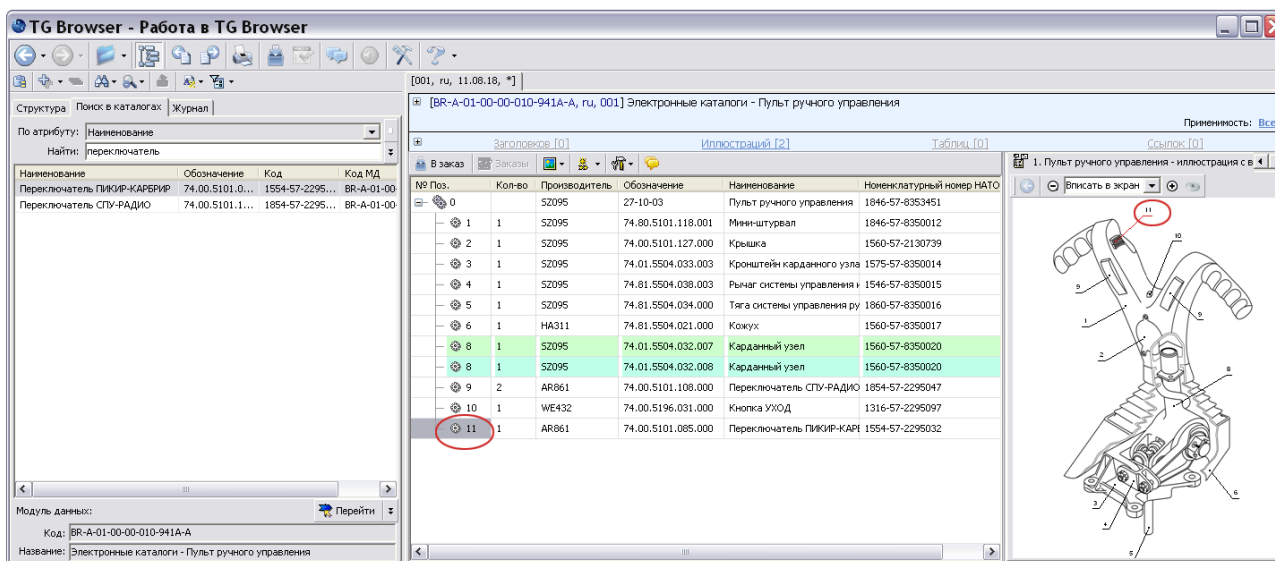

Рис. 73
8. Нажмите в нижней правой части вкладки на кнопку **Перейти к модулю данных** . В окне просмотра справа появится содержимое электронного каталога. Найденная позиция выделена в таблице каталога (Рис. 73).